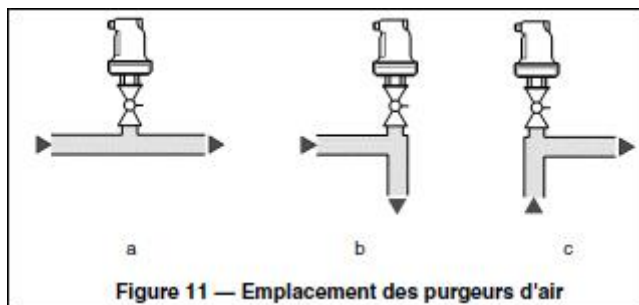

Figure 11 — Emplacement des purgeurs d'air
- dans les portions de canalisations droites horizontales où les vitesses de circulation sont faibles : voir Figure 11 a ;
- dans les coudes supérieurs des colonnes descendantes : voir Figure 11 b ;
- dans les coudes supérieurs des colonnes montantes, en cas de difficulté de mise en oeuvre les deux premiers montages et quand la purge au remplissage est prépondérante : voir Figure 11 c.